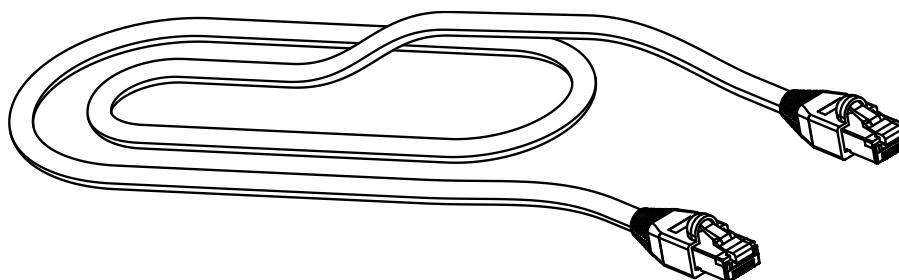

Рисунок 7 – Общий вид кабеля LAN
- Кабель LAN (при необходимости) (рисунок 7);
*Модуль LAN* и *кабель LAN* (рисунок 7) предназначены для подключения монитора к локальной сети и для передачи данных. Подключение кабеля осуществляется согласно рисунку 8.